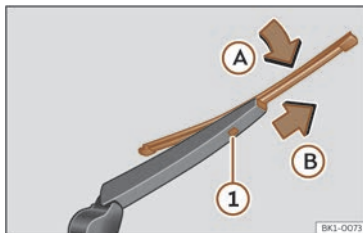

Fig. 180 Canvi de l'escombreta del vidre posterior.
- Roteu l'escombreta lleugerament >>> **fig. 180** (fletxa A).
- Mantingueu pressionada la tecla de desbloqueig ① mentre tibeu l'escombreta en el sentit de la fletxa B.
- Inserir al braç eixugavidres posterior una escombreta nova **de la mateixa longitud i tipus**, en sentit contrari a la fletxa B fins que encasti la tecla ①.